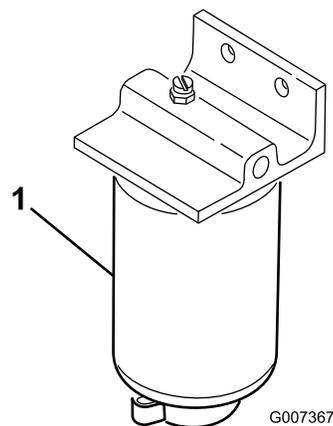

Рисунок 52
Ежедневно сливайте воду или другие загрязнения из водоотделителя (Рисунок 52).
2. Ослабьте сливную пробку в днище корпуса фильтра (Рисунок 52).